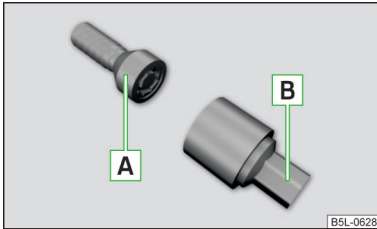

Abb. 173
Die Anti-Diebstahl-Radschrauben schützen die Räder vor einem Diebstahl. Diese können nur mithilfe des Adapters **B** » Abb. 173 gelöst bzw. festgezogen werden.
- › Den Adapter **B** » Abb. 173 mit der verzahnten Seite bis zum Anschlag in die innere Verzahnung im Kopf der Anti-Diebstahl-Radschraube **A** stecken.